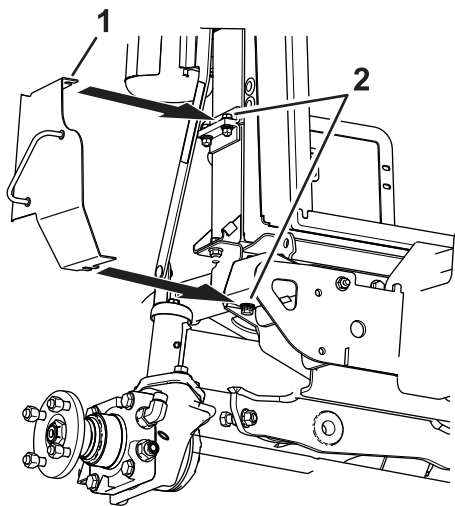

Рисунок 14
12. Ослабьте болты на боковой стороне радиатора (Рисунок 14).
13. Задвиньте левый кронштейн кожуха охладителя в сборе под головки болтов на радиаторе и кронштейне бампера (Рисунок 14).